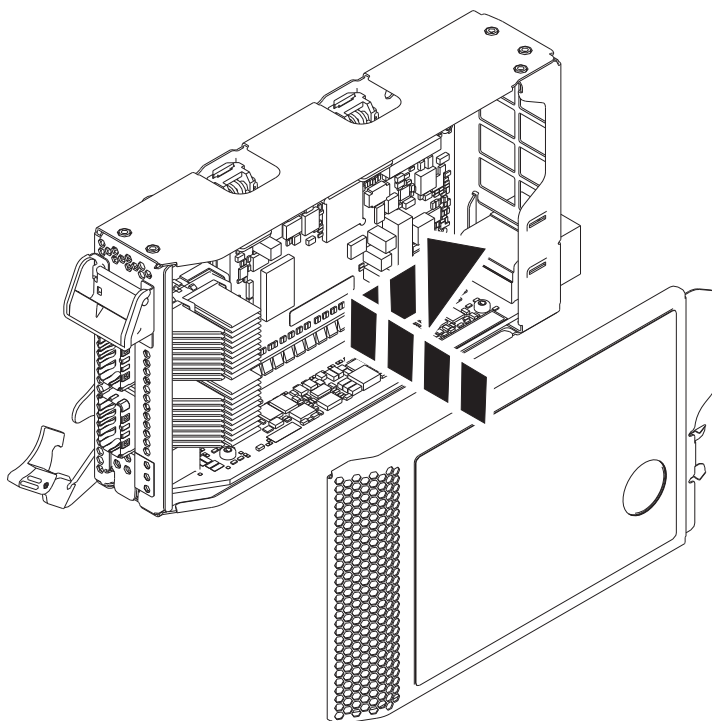

Figura 8. Substitució de la coberta del casset de l'adaptador PCIe
- a. Alineu i desplaceu la coberta del casset perquè quedi a la seva posició al casset tal com es mostra a la Figura 8.